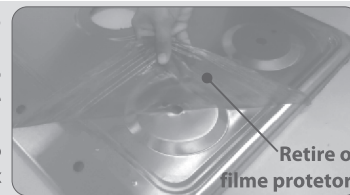

Fig. 1 (Figura Ilustrativa)
**IMPORTANTE:** Retire o filme plástico protetor da mesa do fogão conforme a (Fig. 1) e limpe-a com um pano umedecido em uma mistura de água e sabão neutro. A não retirada do filme plástico provocará amarelamento do aço inox quando a peça for aquecida.
**Os fogões com grill elétrico são bivolt, funcionam em 127V e 220V. Caso a tensão local não seja a mesma ajustada no produto, deve-se fazer a seleção na chave seletora de tensão 127V ou 220V localizada na parte traseira do produto, conforme indicada pela etiqueta (Fig. 1).**